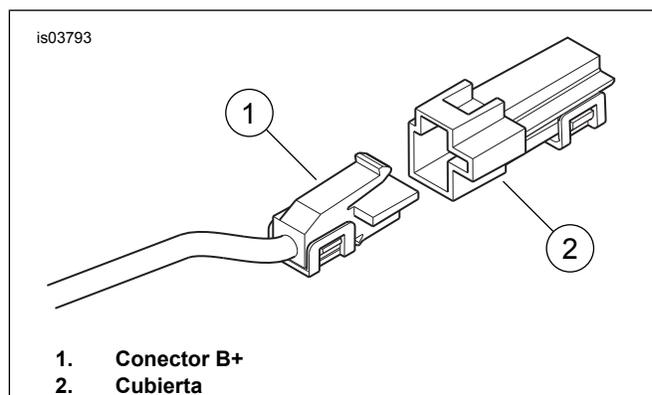
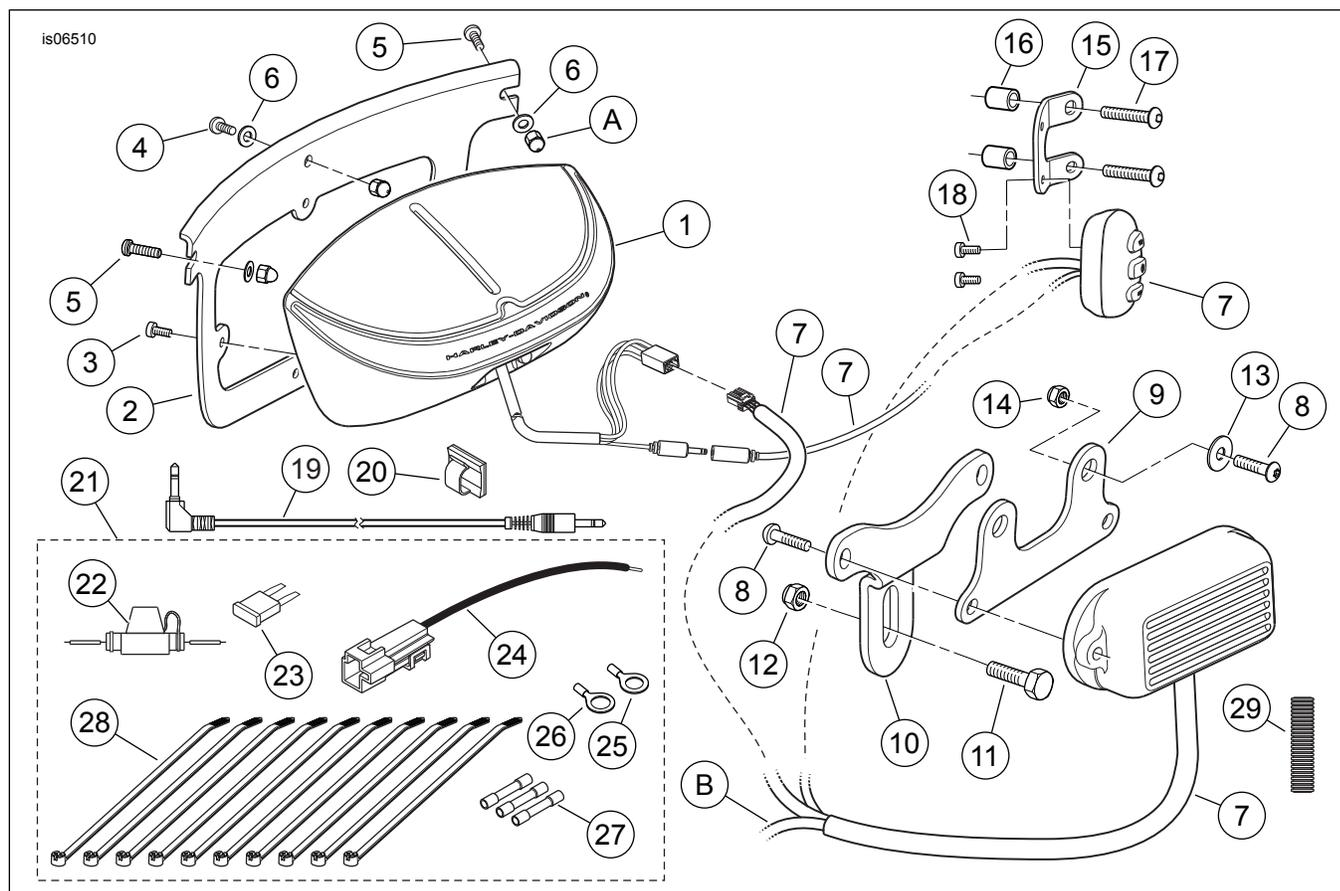

Figura 4. Conector B+
Figura 5. Piezas de servicio: Kit de altavoz y amplificador montados en el parabrisas
3. Vea Figura 5. Obtenga el tornillo largo **nuevo** N° 12-24 x 21 mm (0.81 in) (4), los dos tornillos largos de 25 mm (1 in) (5), las tres arandelas negras (6) y la cápsula armada del altavoz (1) y la pieza de soporte de montaje (2) del kit.
5. Coloque una arandela negra en la rosca del tornillo corto. Inserte el tornillo, desde la parte delantera, a través del agujero del centro en el brazo horizontal, el parabrisas y la pieza de soporte de la cápsula del altavoz y sujételo con una de las tuercas ciegas (A) que se quitaron en el paso 2.
1. Vea Figura 5. Obtenga el paquete de elementos de sujeción eléctricos (21) del kit. Seleccione el portafusibles en línea (22) y un conector de empalme sellado azul (27) del paquete de elementos de sujeción.
4. Seleccione el extremo libre del cable **rojo** del conjunto del arnés de cables. Obtenga dos conectores de empalme sellado azules (27) y el cable adaptador de 12 V (24) del paquete de elementos de sujeción. Empalme el portafusibles en línea al cable rojo, de acuerdo con las instrucciones en el Manual de servicio. Empalme el cable adaptador en el extremo opuesto del portafusibles en línea.
5. Vea Figura 4. Localice el conector B+ (positivo de la batería) (1) en el arnés eléctrico principal debajo del asiento (un cable rojo con un conector gris no usado). Extraiga la cubierta (2) del conector B+. Acople el conector del cable de alimentación **rojo** en el conjunto del arnés de cables al conector B+.
2. Enrolle el cable sobrante debajo del tanque de combustible, dentro de la nacela o debajo de la abrazadera del manillar donde no interfiera con el funcionamiento de la dirección. Instale el fusible de 5 A (23) en el portafusibles en línea en el cable rojo.
4. Vea Figura 5. El arnés de cables del control manual se puede asegurar al manillar con correas de cables, a la abrazadera triple superior o a la nacela con la presilla con respaldo adhesivo (20) del kit. Si usa la presilla: